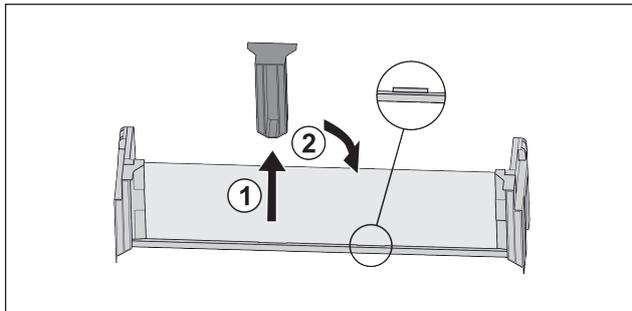

Fig. 20
- ▶ Estrarre l'elemento di supporto centrale Fig. 20 (1).
- ▶ Inserire l'elemento di supporto centrale sulla seconda posizione Fig. 20 (2).